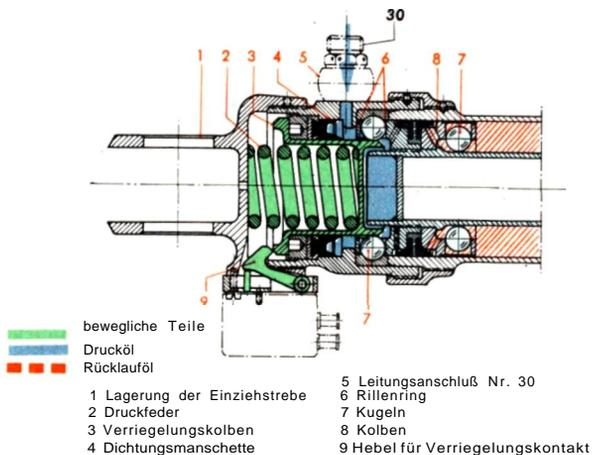

Abb. 15 Fahrgestellstrebe verriegelt
Die Verriegelung erfolgt durch Kugeln (7) (Abb. 15), die beiderseits rings am Kolben (8) gelagert sind. Beim Einfahren z. B. drückt kurz vor der Endstellung der Kolben (8) mit den Kugeln den federbelasteten Verriegelungskolben (3) zurück, so daß die Kugeln (7) in den Rillennring (6) des Strebenkopfes einspringen. Die Federspannung drückt dann den Verriegelungskolben wieder in seine Ausgangsstellung zurück, so daß die Kugeln im Rillennring festgehalten werden und somit der Kolben (8) verriegelt ist.